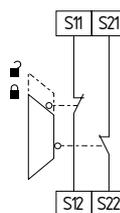

Abb. 10
**Zweikanalige Schutztürüberwachungs-Schaltung mit Verriegelungseinrichtung nach EN ISO 14119 (siehe Abb. 10)**